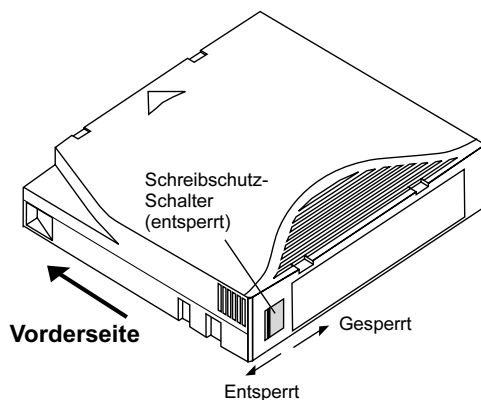

Abbildung 17. Ultrium-Kassette mit dargestelltem Schreibschutz-Schalter
Ultrium-Kassetten besitzen einen schiebbaren Schreibschutzschalter auf der hinteren rechten Ecke der Kassette, wie in Abbildung 17 auf Seite 36 dargestellt.
- Wenn Sie den Schalter ganz zur Ecke der Kassette schieben, (wie in Abbildung 17 auf Seite 36 dargestellt), können Daten von der Kassette gelesen werden und sie kann beschrieben werden.